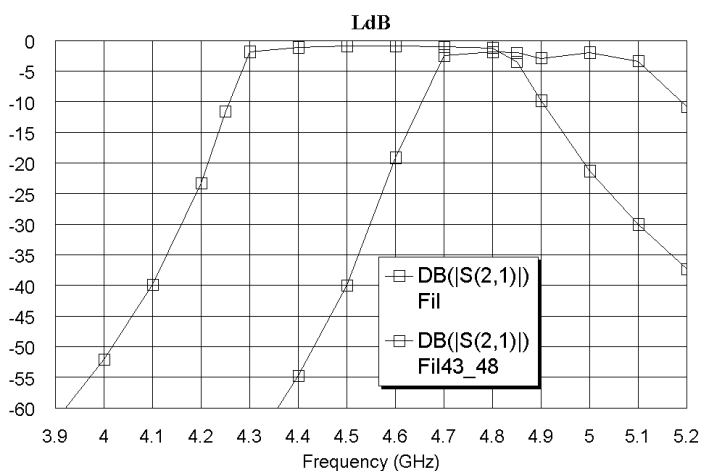

Рис. 3.98
14. Сделайте активным окно графика **LdB** и щёлкните по значку **Analyze** на панели инструментов. Щёлкните по полученному графику правой кнопкой мышки и выберите **Properties**. Для оси **x** снимите “галочку” в **Auto limits**, в поле **Min** введите **3.9**, в поле **Max** введите **5.2**, снимите “галочку” в **Auto divs** и в поле **Step** введите **0.1**. Для оси **Left 1** снимите “галочку” в **Auto limits**, в поле **Min** введите **-60**, в поле **Max** введите **0**, снимите “галочку” в **Auto divs** и в поле **Step** введите **5**. Нажмите **Apply** и **OK**. График ослабления показан на рис. 3.98.